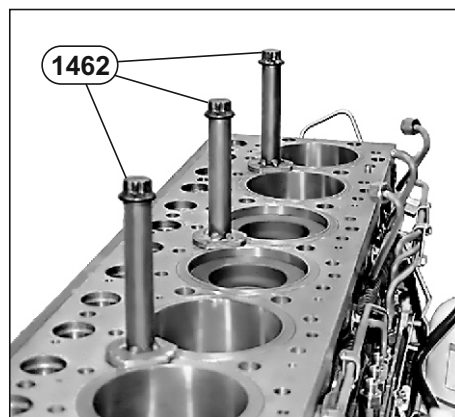

Рис. 30. Крепление гильз.
16. Закрепить гильзы, используя приспособление 1462 (см. Рис. 30).